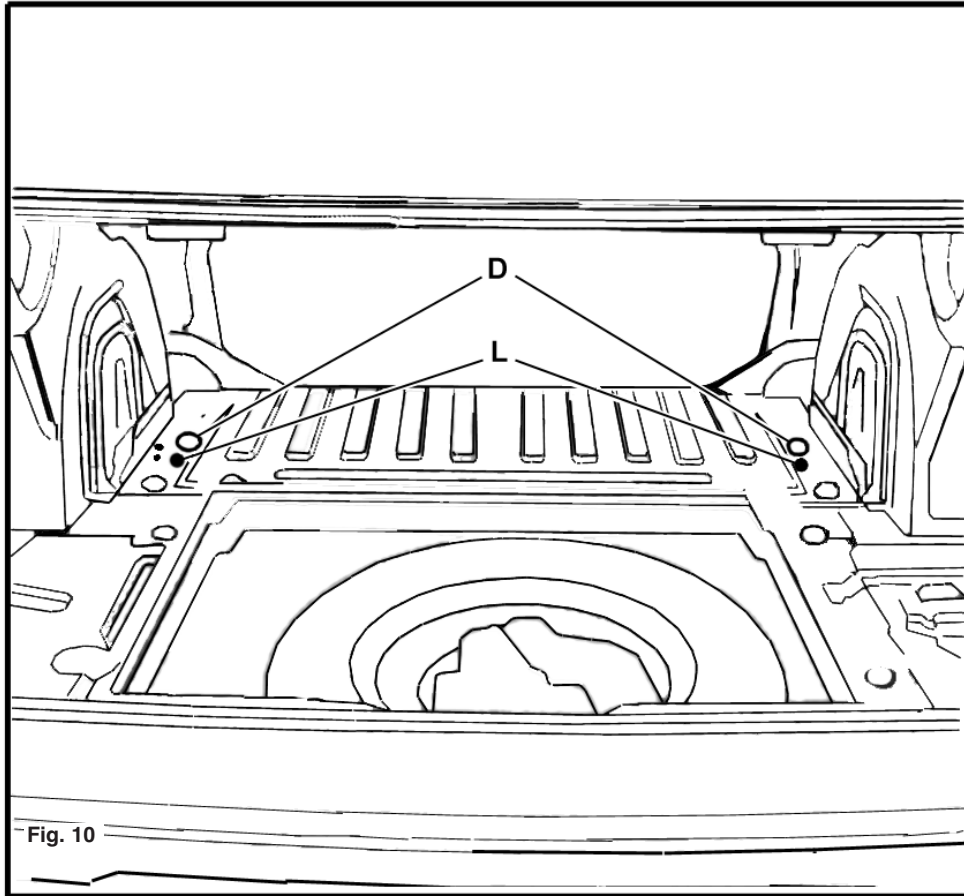

Fig. 10
LET OP : Controleer bij de voertuigen die voor oktober 2000 zijn geproduceerd of de gaten (D) op de juiste plaats zijn aangebracht en de montage van de steunen (4) en (5) toelaten. Zie fig. 10.
- 1 - Neem de penntjes (L) links en rechts uit de bevestiging van het binnenwerk van de kofferruimte.
- 2 – Maak een gat van \varnothing 24 mm in de bodem van de kofferruimte. Neem als middelpunt het gat van de centreerpen (L). Zie fig. 10.
NOTE: For vehicles manufactured before October 2000, please check that the holes (D) are correctly positioned to allow the supports (4 and 5) to be fitted . See fig. 10
- 1 - Remove the pins (L) right and left from the inner fittings of the luggage space.
- 2 – Make a hole of 24 mm diameter in the base of the luggage space. Use the pin hole (L) as a centre point / See fig. 10.
ACHTUNG : Bei den vor Oktober 2000 produzierten Fahrzeugen prüfen, ob die Löcher D an der richtigen Stelle angebracht worden sind und eine Montage der Halterungen 4 und 5 möglich ist. Siehe Abb. 10.
2. Im Kofferraumboden ein Loch (\varnothing 24 mm) anbringen. Als Mittelpunkt das Loch des Zentrierstifts L benutzen. Siehe Abb. 10.
UWAGA: dla pojazdów wyprodukowanych przed październikiem 2000, należy skontrolować, czy otwory (D) są prawidłowo usytuowane i czy możliwy jest montaż wsporników (4) i (5). Patrz rys.10.
1. Wyjąć bolce (L) z prawej i z lewej strony z materiału mocującego wyposażeń wewnętrzne bagażnika.
2. Wywiercić otwór o średnicy \varnothing 24mm w podłodze bagażnika, biorąc za punkt odniesienia otwór bolca centralnego (L). Patrz rys. 10.